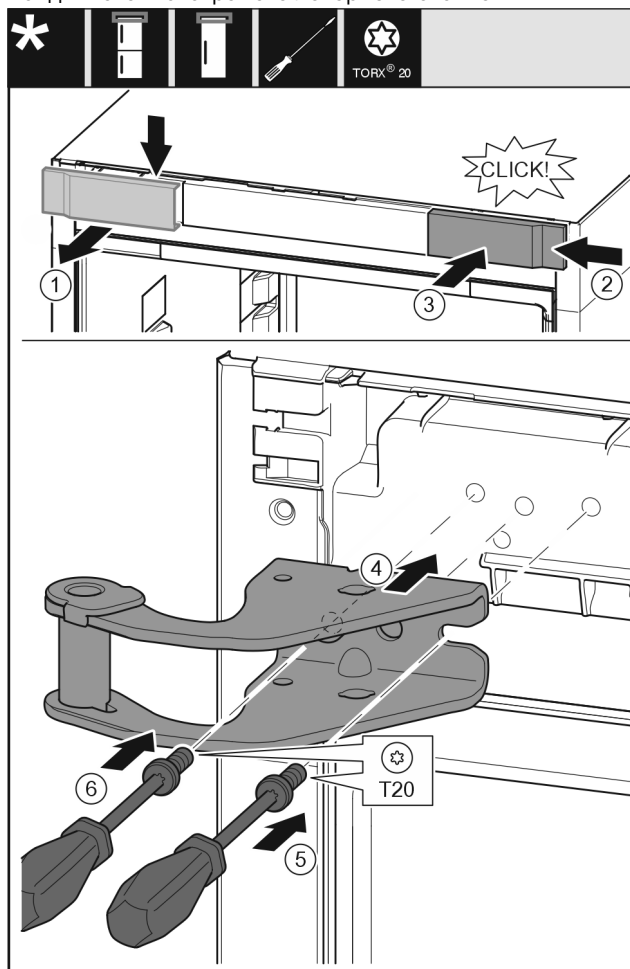

Fig. 9
- ▶ Свалете капака от горе напред. Fig. 9 (1)
- ▶ Закачете капака, завъртян на 180°, от другата страна отдясно. Fig. 9 (2)
- ▶ Фиксирайте капака. Fig. 9 (3)
- ▶ Поставете горната лагерна стойка. Fig. 9 (4)
- ▶ С отвертка T20 поставете винта и го затегнете. Fig. 9 (5)
- ▶ С отвертка T20 вкарайте винта и го затегнете. Fig. 9 (6)